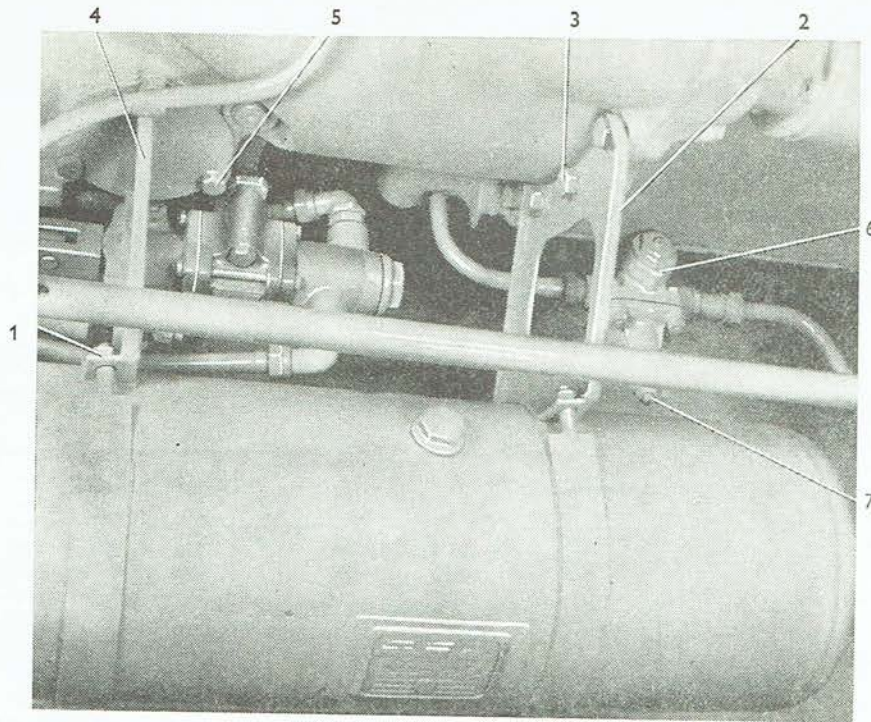

Abb. 142
2. Zwei Muttern M 10 (Abb. 142/1) sind von den Schrauben der Bänder des Luftbehälters abzuschrauben, die Bänder sind um 90° zu drehen und der Luftbehälter ist abzunehmen.
Anmerkung: Beim Schlepper Zetor 4511 ist der Luftbehälter auf der rechten Schlepperseite auf zwei Konsolen angeordnet. Die vordere Konsole (Abb. 142/2) ist am Flansch des Kupplungsgehäuses mit drei Verbindungsschrauben (Abb. 142/3) befestigt. Die rückwärtige Konsole (Abb. 142/4) ist mit drei Schrauben M 10×12 (Abb. 142/5) in der Öffnung im Seitendeckel des Getriebegehäuses befestigt. Vor der Sommer- und Wintersaison sind angesetzte Verunreinigungen durch die mit einem Ablasspfropfen verschlossene Öffnung abzulassen.
2. Der Luftverdichter ist einzuschalten. Es ist abzuwarten, bis der Druckmesser einen Druck von 6 atü anzeigt. In diesem Augenblick sollte der Druckausgleicher den überschüssigen Luftdruck durch das Überströmventil (Abb. 142/6) ablassen.